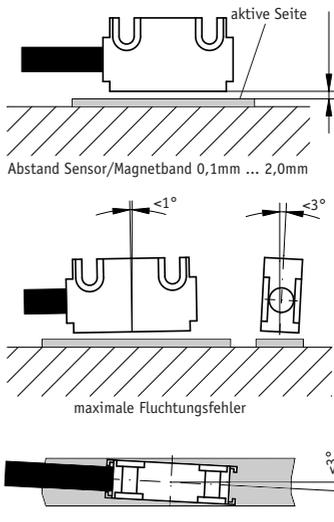

Abb. 7: Ausrichtung des Sensors Typ B oder L
Der Magnetsensor **Typ F** kann z.B. an einen Montagewinkel mit entsprechender Befestigungsbohrung durch Anziehen der zwei Muttern M8x0,5 befestigt werden (Abb. 7).
- Abstandsmaße zwischen Sensor und Magnetband sowie Winkeltoleranzen beachten, diese müssen über die gesamte Messstrecke eingehalten werden! (Abb. 7 und 8) Als Montagehilfe kann die beliebige Abstandslehre verwendet werden.